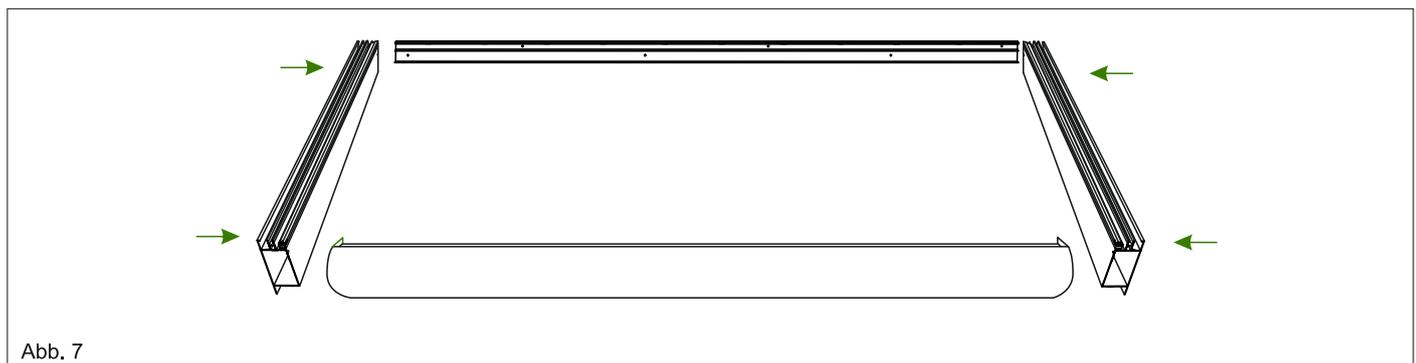

Abb. 7
3. Verbinden Sie den Wandprofil und die Rinne mit den beiden vorbereiteten Randdachsparren. Fixieren Sie die Randsparren mit den mitgelieferten Bohrkopfschrauben (19mm Lang) an dem Wandprofil und an der Rinne. Siehe Abb. 7,8. (bei Terrassenlängen von 8 - 12 m wird an die Rechte Seite ein Mittelsparren statt eines Randsparren angebracht. Für weitere Schritte bitte die Zusatzanleitung 8 - 12 m beachten.)